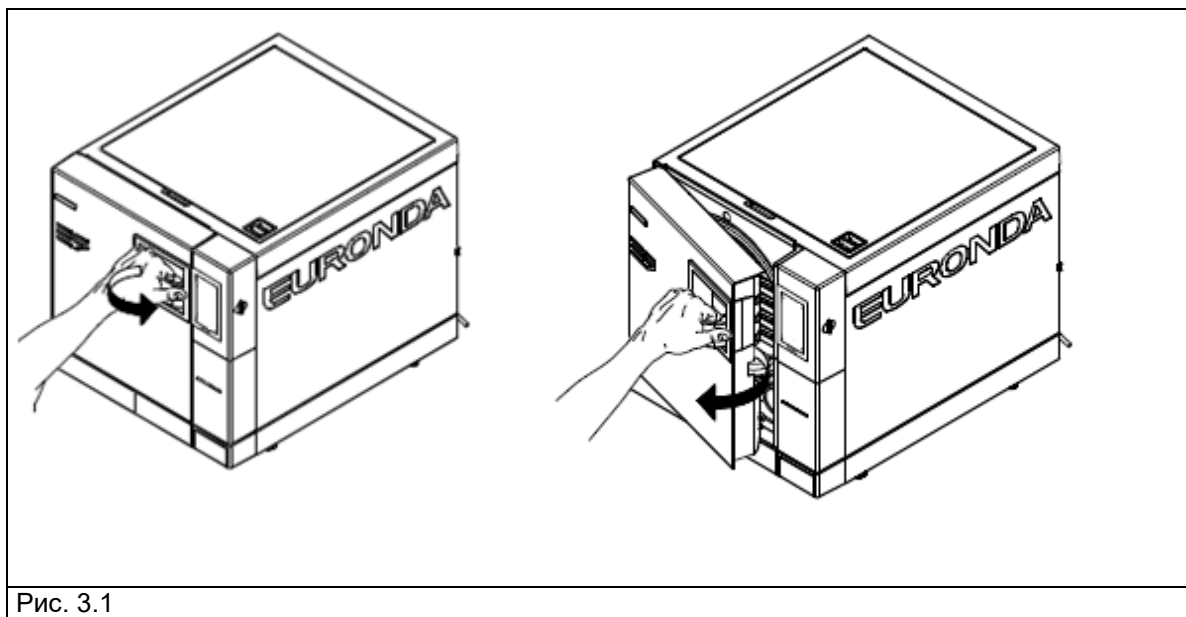

Рис. 3.1
1. Откройте дверцу (см. рис. 3.1).